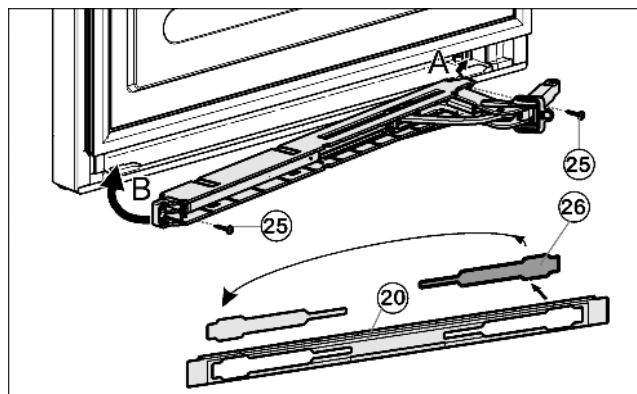

Fig. 15
- ▶ Afdekking *Fig. 15 (26)* uit de afdekplaat *Fig. 15 (20)* nemen en aan de andere kant weer inzetten.
- ▶ Sluitdemper-eenheid met scharnier naar de scharnierzijde gericht inhaken (A) en indraaien (B).
- ▶ Sluitdemper-eenheid vastschroeven (2 maal Torx® 15 *Fig. 15 (25)*).